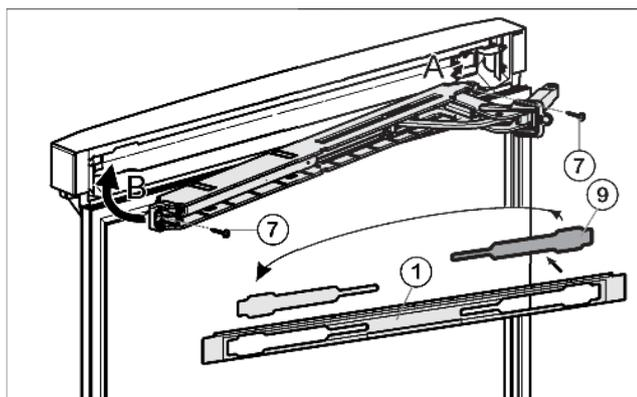

Fig. 22
- ▶ Освободите крышку *Fig. 22 (9)* из накладки *Fig. 22 (1)* и снова установите её на другой стороне.
- ▶ Зацепите (A) и поверните (B) верхний узел амортизатора закрывания дверцы шарниром на стороне шарнира.
- ▶ Прикрутите узел амортизатора закрывания двери. (2 шт. Torx® 15) *Fig. 22 (7)*